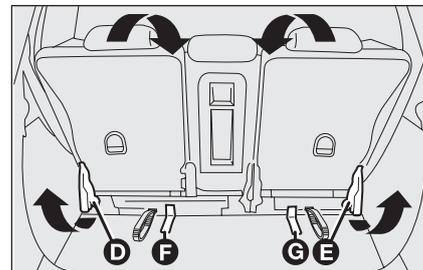

fig. 112
- mediante le leve **D** ed **E**-fig. 112 ripiegare gli schienali sui cuscini posteriori;
- mediante le fettucce **F** e **G**-fig. 112 effettuare il ribaltamento completo dei sedili.